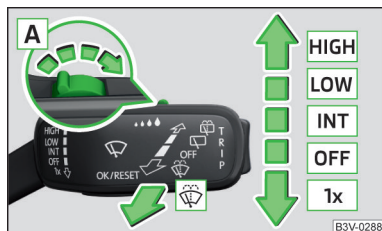

Fig. 56
**Maneta poate fi deplasată în următoarele poziții » fig. 56**